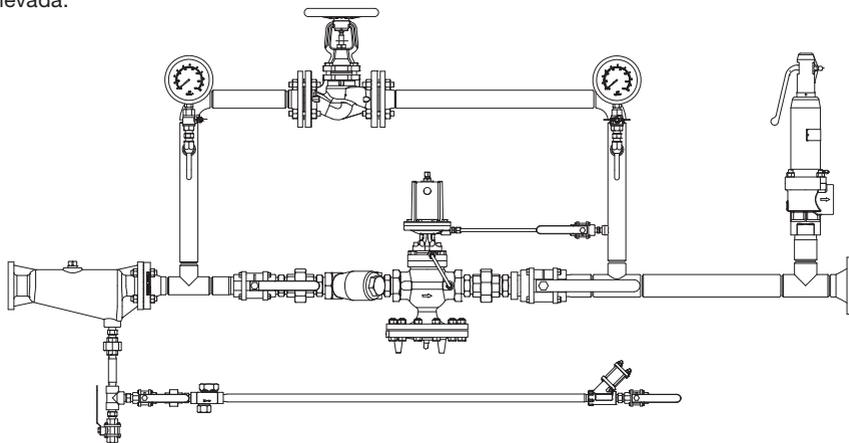

Figura 1 - Instalação típica de uma estação redutora de pressão
5.4 A instalação típica exibida na Figura 1 serve como referência para a instalação de um sistema de redução de pressão recomendado. Geralmente, a tubulação à jusante da válvula deve ter diâmetro maior que a tubulação de entrada, para evitar perda de carga elevada.